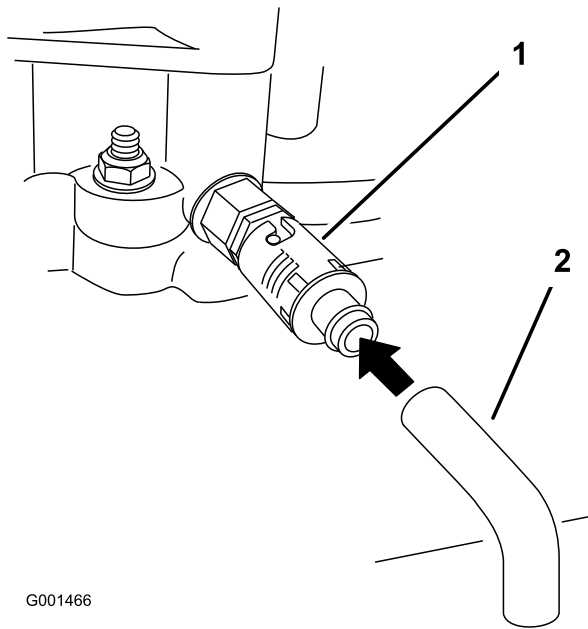

Figure 23
6. Placez un bac sous le flexible de vidange. Tournez le robinet de vidange d'huile pour permettre à l'huile de s'écouler (Figure 23).
8. Enlevez le flexible de vidange (Figure 23).